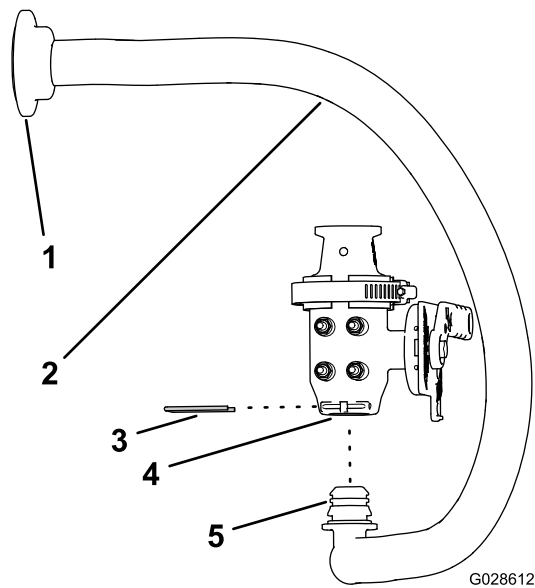

Figura 18
- Sujete el codo a la válvula con la horquilla de retención (Figura 18).
- Instale el codo de 90° de la manguera de alimentación del eyector en el puerto inferior de la válvula del eyector (Figura 18).